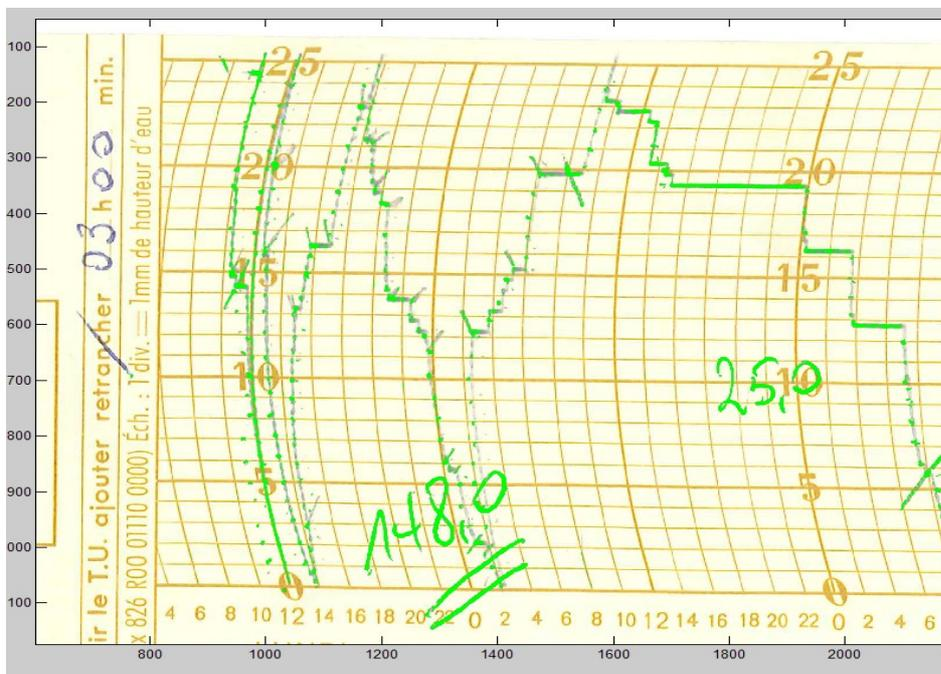

Figure 3: Signal récupéré automatiquement par NUNIEAU-Pluie
**Exemple :** sur la figure 3 NUNIEAU -Pluie récupère non seulement le signal de la pluie mais aussi les annotations (quantités de pluie et séparations des plages journalières) réalisées lors du